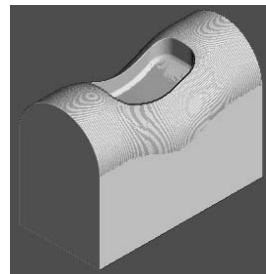

图 5-39 仿真加工结果 3
- 2) 在“仿真”工具栏的“当前刀具路径”下拉列表中选择要模拟的刀具路径 finish2，然后单击“执行”按钮，系统开始自动仿真加工，仿真加工结果如图 5-39 所示。